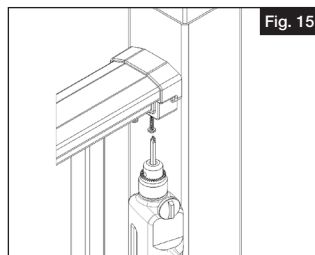

Fig. 15
- Mientras cierra la protección del soporte apretándola con firmeza, taladre previamente usando una broca de $\frac{5}{32}$ " a través e los dos orificios debajo. Entonces, coloque dos tornillos de rosca de cabeza cuadrada de 1" n.º 10 atravesando la protección, el soporte metálico y la barandilla superior (Fig 15).